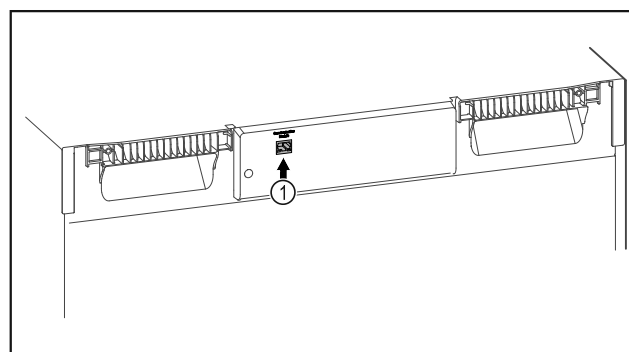

Fig. 112
- ☐ SmartModule Fig. 112 (1) ist eingesetzt.